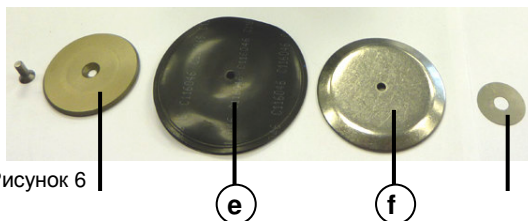

Рисунок 6
- в) Осторожно захватите верхнюю шайбу мембраны (рис. 6, п. d) при помощи разводного ключа (рис. 5) и проверните шайбу (рис. 6, п. d) против часовой стрелки. Это ослабит стопор винта.
Будьте предельно осторожны при демонтаже мембраны. Возможно, что под мембраной находится дистанционное кольцо (рис. 6, п. f). Это зависит от хода клапана (рис. 6, п. g).